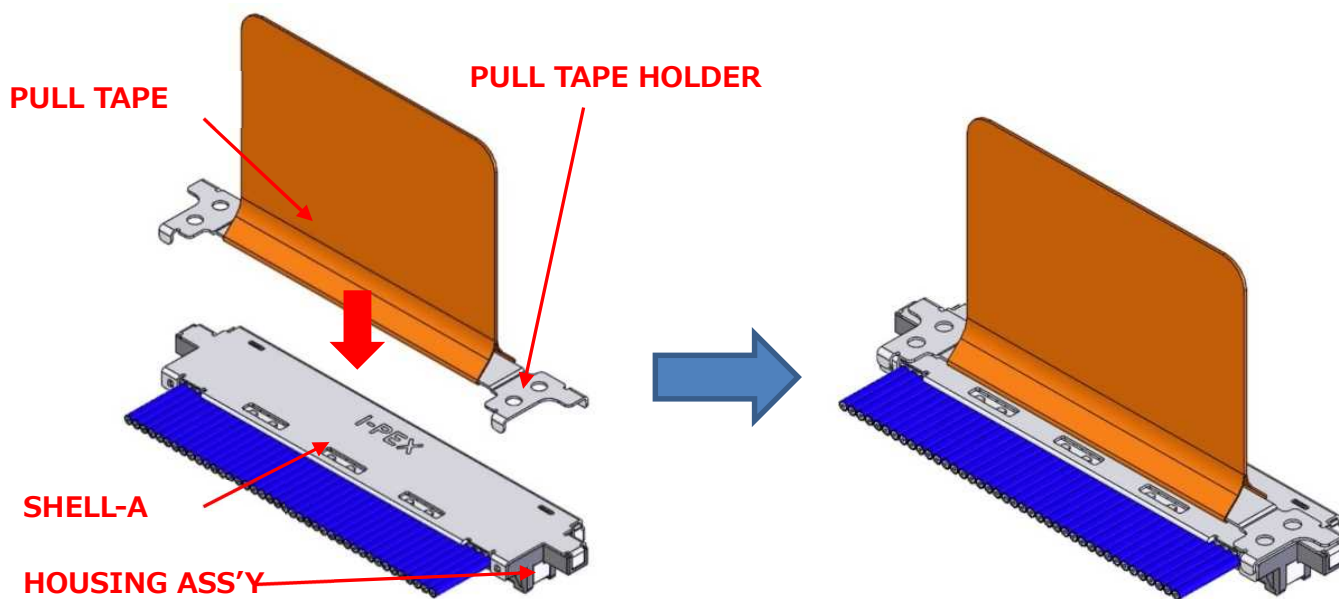

図.11 PULL TAPE HOLDER 組付け
- ② 図.11 の様に PULL TAPE HOLDER を SHELL-A の上面から組み付ける。